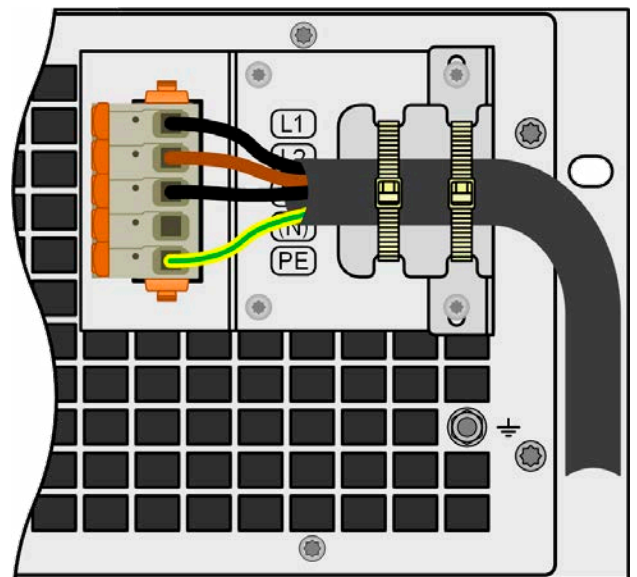

Bild 11 - Fertig montierte Zugentlastung
2. Den Haltewinkel anbringen und mit den mitgelieferten, längeren Schrauben (M3x8) und den Spanscheiben befestigen. Siehe *Bild 11* unten.